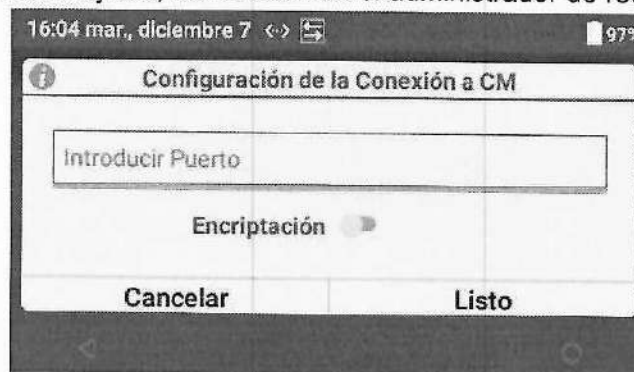

Figura 33: Configurar número de Puerto y modo de Encriptación
- En el cuadro de diálogo (Figura 33), introduzca un número de **Puerto** no utilizado (por ejemplo, el 50000). Si necesita ayuda, consúltelo con el administrador de red de la institución.